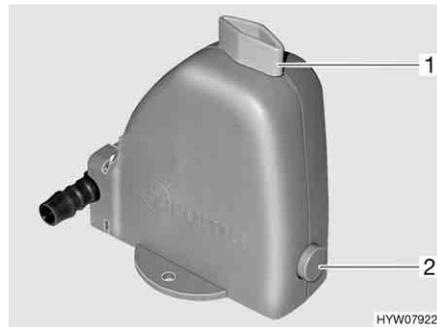

Bild 176 Sicherheits-/Ablassventil des Boilers
Der Boiler ist mit einem Sicherheits-/Ablassventil (Bild 176) ausgestattet. Das Sicherheits-/Ablassventil verhindert, dass das Wasser im Boiler einfriert, wenn bei Frost die Heizung nicht eingeschaltet ist.
- Sicherheits-/Ablassventil schließen. Dazu den Drehknopf (Bild 176,1) quer zum Sicherheits-/Ablassventil drehen und den Druckknopf (Bild 176,2) hineindrücken.
- Sicherheits-/Ablassventil öffnen. Dazu den Drehknopf (Bild 176,1) längs zum Sicherheits-/Ablassventil drehen. Der Druckknopf (Bild 176,2) springt heraus. Der Boiler wird über das Sicherheits-/Ablassventil nach außen entleert.